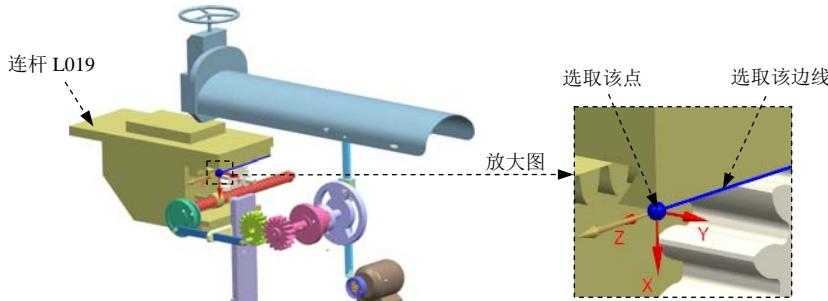

图 10.9.27 定义滑动副（五）
(1) 定义运动副类型。在“运动副”对话框定义选项卡的类型下拉列表中选择滑动副选项。
(2) 选择连杆。选取图 10.9.27 所示的连杆 L019。
(3) 定义原点及矢量。在“运动副”对话框的✓ 指定原点下拉列表中选取“自动判断的点”选项，在模型中选取图 10.9.27 所示的点为定位原点参照；选取图 10.9.27 所示的边线作为矢量参考边，方向向外。